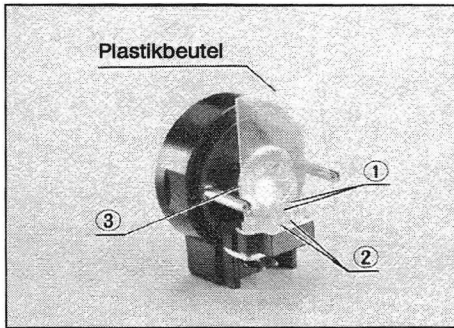

Abb. 6
- 1) Kontaktstifte ① der Halogenglühlampe aus dem Plastikbeutel herausführen (Abb. 6).